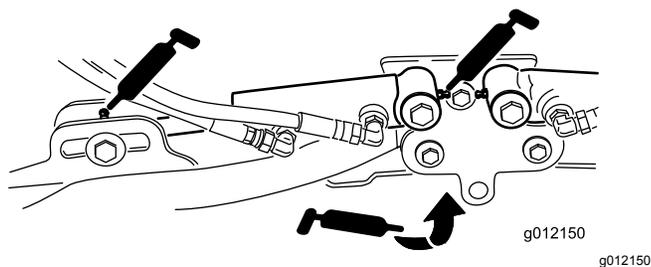

Рисунок 64
- Цилиндры подъемных рычагов режущего блока (по 2 шт.) (Рисунок 64).
- Оси поворота подъемного рычага (по 1 шт.) (Рисунок 64)